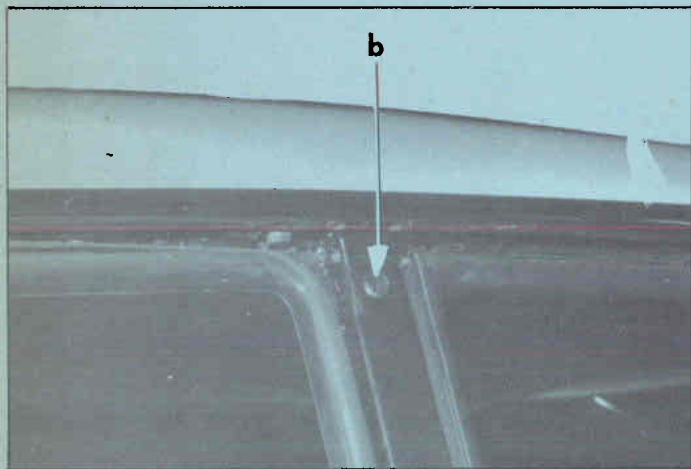

Fig. 12
6. Middelste portierstijlen (afb. 12).